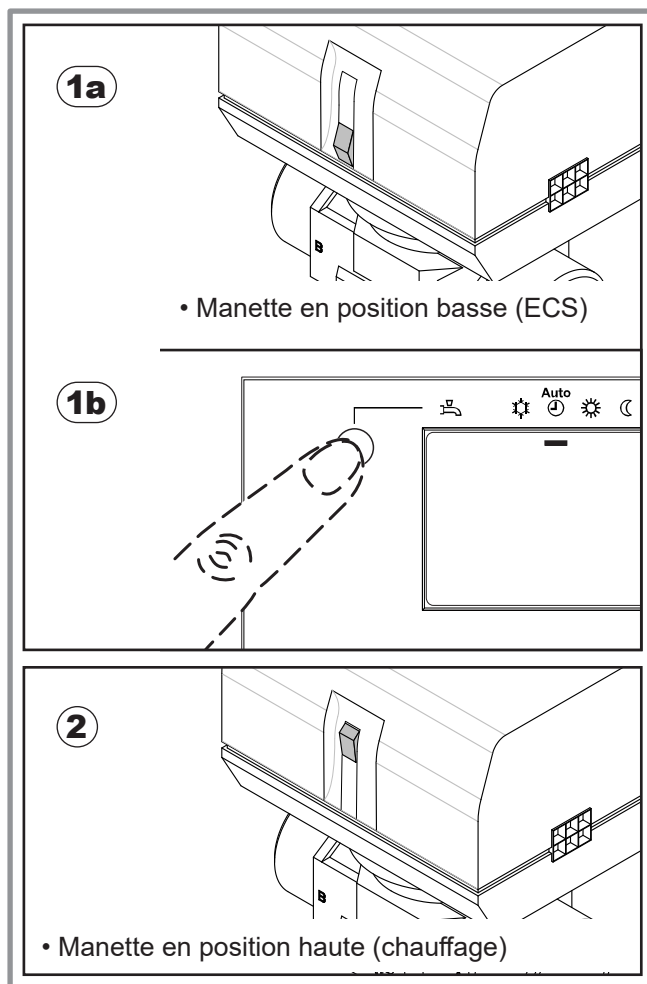

figure 44 - Vanne directionnelle en position chauffage
• **1a** - Si la manette de la vanne directionnelle est en position basse (position ECS) (figure 44) :
• **1a** - La manette de la vanne directionnelle doit être en position basse (position ECS) (figure 44).
- **1** - Si la manette de la vanne directionnelle est en position basse (position ECS) (figure 44) :
- **1a** - La manette de la vanne directionnelle doit être en position basse (position ECS) (figure 44).